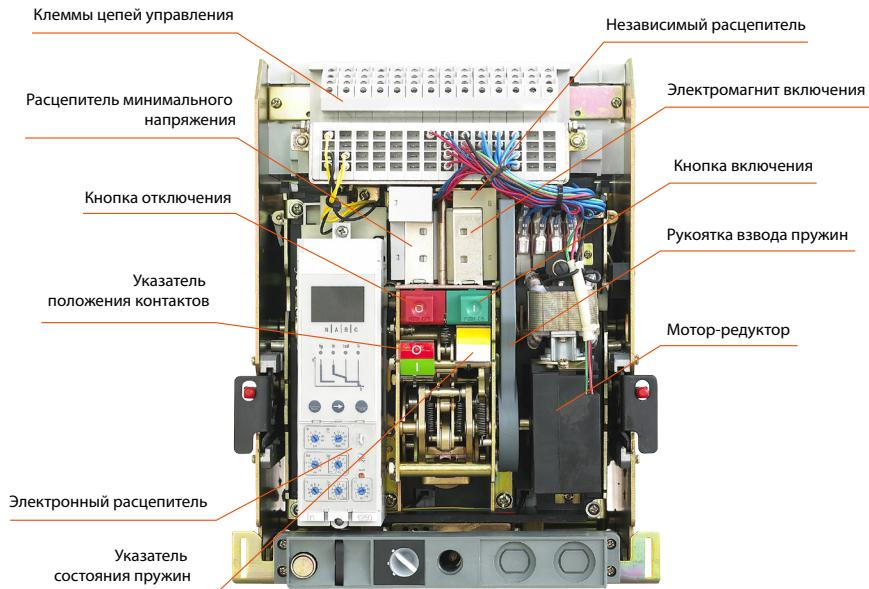

Рисунок 1 – Выключатель OptiMat A-S1
4.1 Выключатель состоит из следующих узлов, смотри рисунок 1.